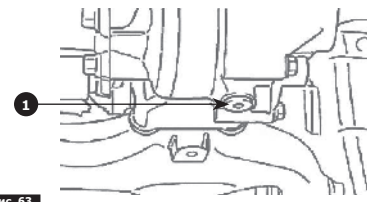

Рис. 63
4. Выверните болт маслозаливного отверстия и болт-пробку ① **Рис. 63** для слива масла.